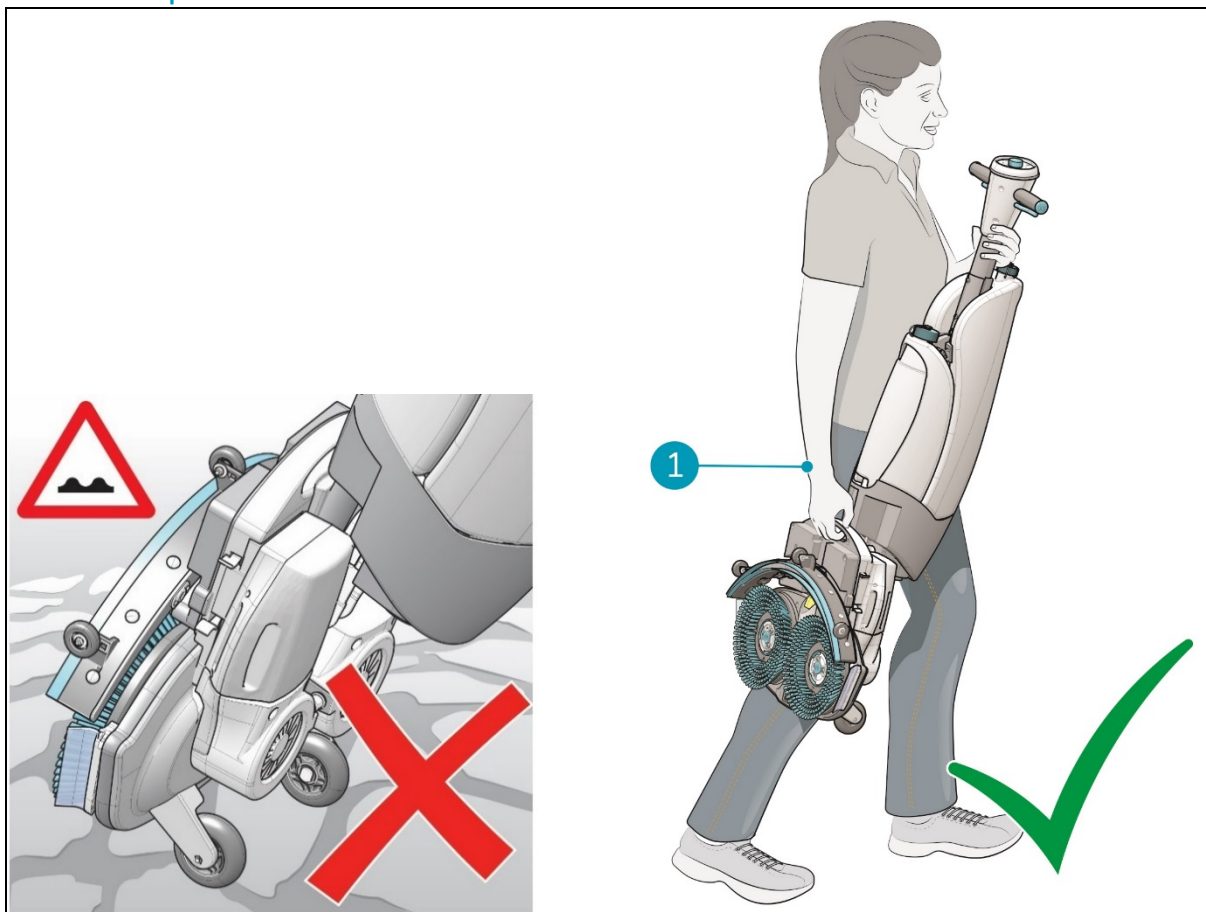

Figure 6
2. Portez l'i-mop XL pro d'une main tout en tenant la poignée (Figure 6, pos 1) avec votre autre main.